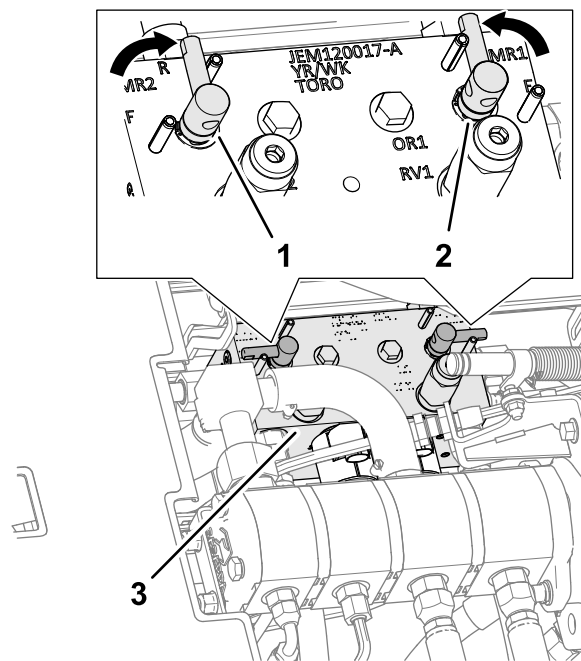

図 147
4. 運転席のラッチのロックを外して運転席を倒す刈り込みマニホールドが見える 図 147。
5. バックラップレバーをR逆転位置にセットする 図 147。